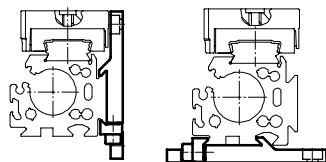

Fig. 12
2. Fissare i profili di fissaggi all'attuatore DGC-... secondo Fig. 12.